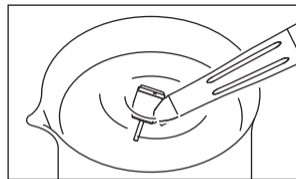

Fig. 6
- 3) Faites fonctionner la turbine et immergez la à moitié dans le récipient rempli d'eau. (Fig. 6)